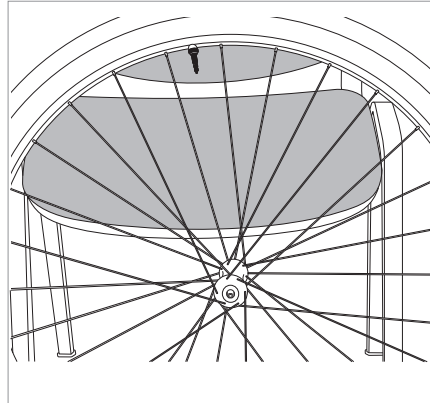

Fig.17
- Poser la roue en la maintenant en position verticale avec la valve sur le point le plus haut (Fig. 17).